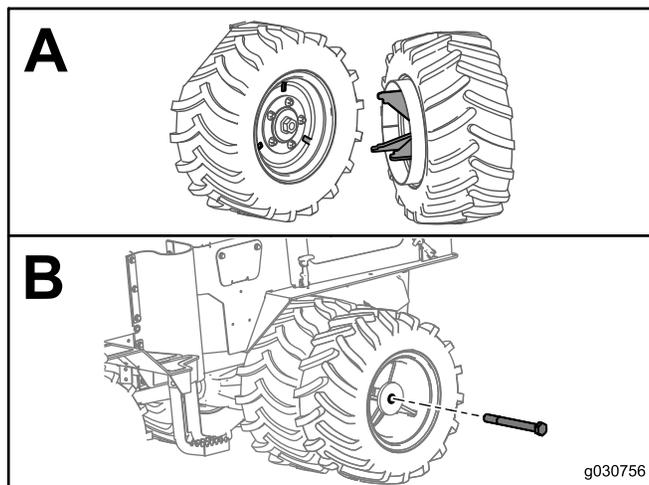

Figure 2
7. Alignez les pattes de la roue jumelée sur les fentes de la plaque adaptatrice (encadré A de Figure 2).
8. Posez la roue jumelée sur la plaque adaptatrice au moyen d'un grand boulon que vous aurez enduit de frein-filet (encadré B de Figure 2). Serrez le boulon à un couple de 610 à 623 N·m (450 à 460 pi-lb).